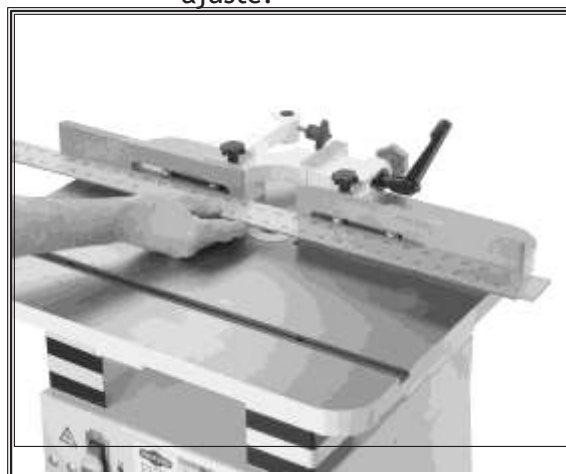

Figura 19. Utilice una regla para revisar la alineación de las guías.
3. Sostenga la regla a través de las dos guías como se muestra en la **figura 19**.